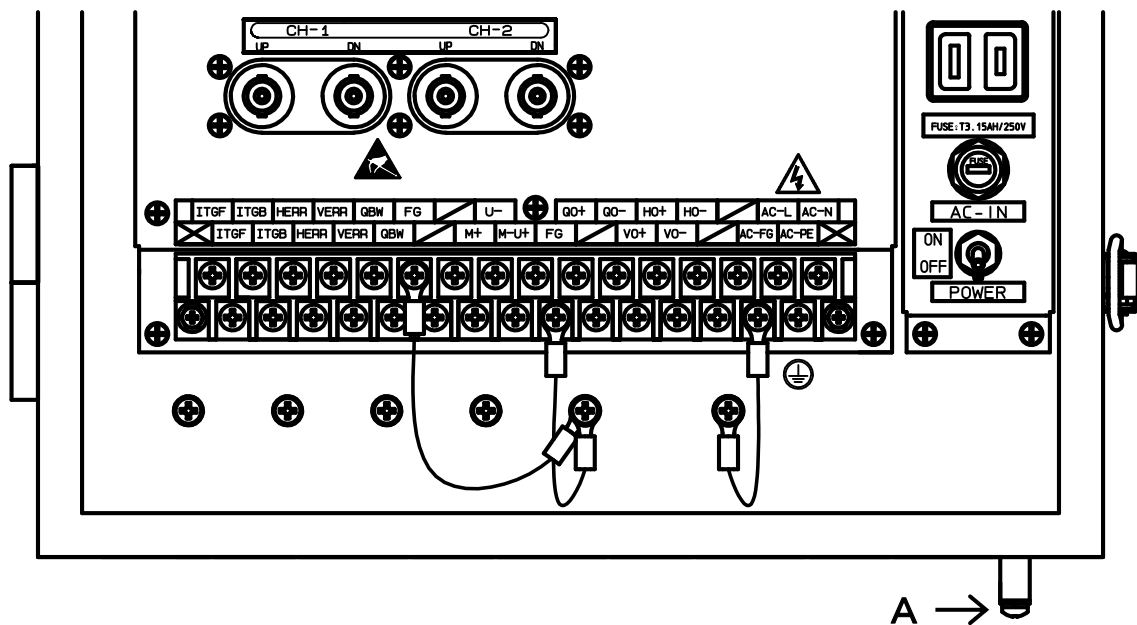

図5-1 本体外部接続用端子付近(電源仕様:AC100Vの場合)
- (1) 本体と検出器とを接続する同軸ケーブルは動力線などから分離し、動力機器に近接することのないような敷設をしてください。
- (2) 本体と外部機器の配線は図5-1、2及び表5-1を参照して行ってください。
- (3) 電源は必ず計装用電源を使用し、動力用電源と共用することは避けてください。
- (4) 電源及び信号ケーブルは公称断面積0.75~2mm²相当のケーブルを使用してください。
- (5) 配線は銅製コンジット(電線管)配線としてください。本体の電源及び信号ケーブルの配線引き込みは、本体底面のスキントップを通して結線してください。従って電線管の配管端は本体底面の直近までとしてください。配線用の電線管は、鋼製電線管(JIS C 8305)または金属製可とう電線管(JIS C 8309)を使用してください。
- (6) 本体ケースを下図Aの端子で接地してください。(第D種接地)
- (7) M+端子とM-U+端子をショートさせないでください。内蔵電源が壊れる恐れがあります。
- (8) M-U+端子とU-端子に直接電源を接続しないでください。内部回路が壊れる恐れがあります。